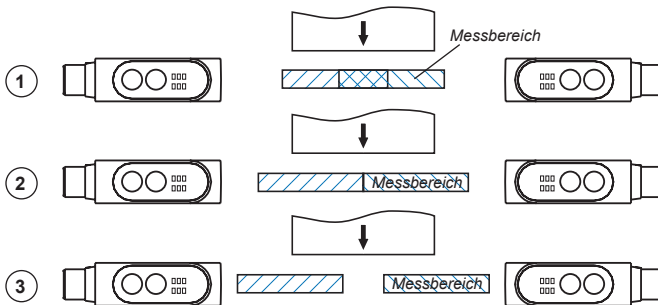

Abb. 20
Bei diesem Messverfahren werden zwei FT 50 RLA...S1 miteinander gekoppelt. Die Sensoren stehen sich dabei gegenüber (Dicken-Differenzmessung, Funktion Nr. 26) oder werden parallel angeordnet (Parallel-Differenzmessung, Funktion Nr. 27). Die Messbereiche können bei der Dicken-Differenzmessung überlappen (1), direkt angrenzen (2), oder auseinanderliegen (3) (Abb. 20).
Obwohl ein FT 50 RLA nur einen Messbereich von 70 respektive 220 mm hat, ist es möglich durch die **Master-Slave Schaltung** auch **Überbreiten** zu messen. Der Lösungsansatz ist durch die Anordnung beider Sensoren gegeben (Abb. 20). Der benötigte Messbereich hängt von der maximalen Dickendifferenz ab. Bei geringfügig schwankenden Dicken und geringen Führungsschwankungen können Sensoren mit kleinem Messbereich gewählt werden.